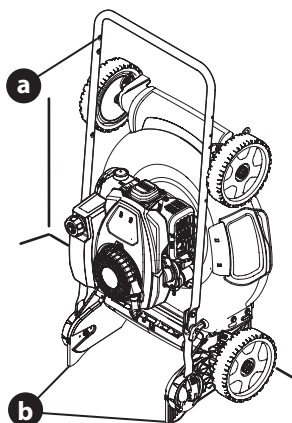

Figure 21
6. Tenez le guidon (a) et relevez la tondeuse pour qu'elle repose sur ses roues arrière et sur les supports du guidon (b). Voir Figure 21.
2. Pour déplier le guidon, déverrouillez les deux leviers (voir l'encadré de la Figure 21) et suivez les étapes 5 à 8 de la section Guidon rabattable (rangement vertical) à la page 9 du chapitre Assemblage.